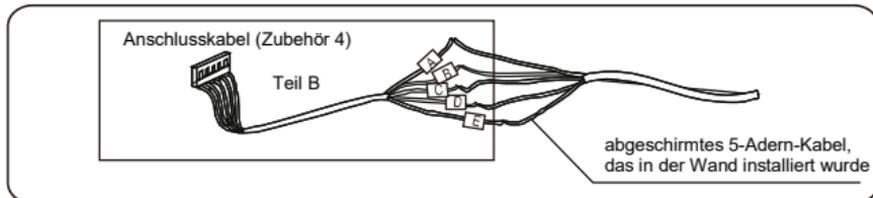

Abb. 3.8
- 3) Schließen Sie die Adern vom abgeschnittenen Ende des Teils B des Anschlusskabels am abgeschirmten 5-Adern-Kabel an, das in der Wand installiert wurde (siehe Abb. 3.8).